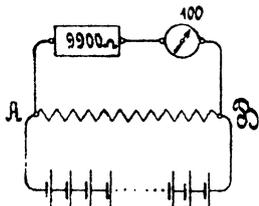

Fig. 9.
66. Einem  $100 \text{ ohmigen}$  Galvanometer sind  $9900$  [8900] (4900)  $\Omega$  vorgeschaltet (Fig. 9). Welche Spannung herrscht zwischen den Punkten A und B, wenn das Galvanometer  $110$  [125] (145) Skalenteile Ausschlag anzeigt?
69. Die Spannung zwischen A und B (Fig. 9) beträgt schätzungsweise  $25$  [40] (150) V. Welcher Widerstand muß dem  $100 \Omega$  Galvanometer vorgeschaltet werden, damit dann  $150^\circ$  Ausschlag entstehen, und wie groß ist die Spannung in Wirklichkeit, wenn das Galvanometer nur  $149^\circ$  anzeigt?